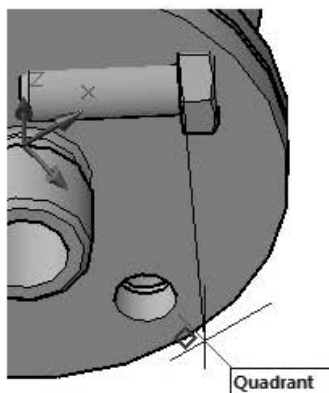

Рис. 12.14. Выбор второй точки на фланце
7. Укажите вторую точку, например, с привязкой Квадрант (Quadrant) — квадрант окружности основания фланца (рис. 12.14).